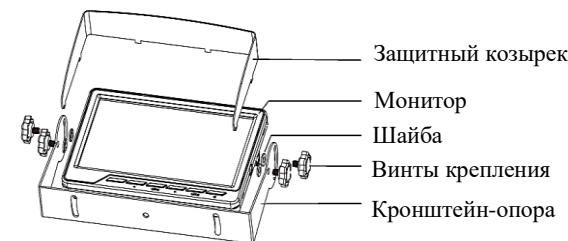

Рис. 1. Составные элементы монитора.
4.1. Составные части монитора представлены на Рис.1.